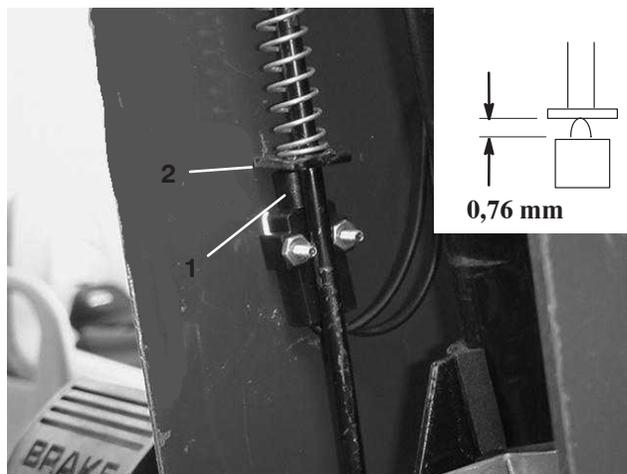

Figure 56
3. Remontez le couvercle sur l'arbre de direction pour exposer le contacteur du frein de stationnement (Fig. 56).
5. Alignez la palette de la tige de frein de stationnement avec le plongeur du contacteur (Fig. 56)
6. Poussez la tige du frein de stationnement vers le bas et poussez le contacteur vers le haut jusqu'à ce le plongeur soit comprimé à 0,76 mm (Fig. 56, encadré). Ceci est la distance entre la palette de la tige de frein et le boîtier du plongeur du contacteur.